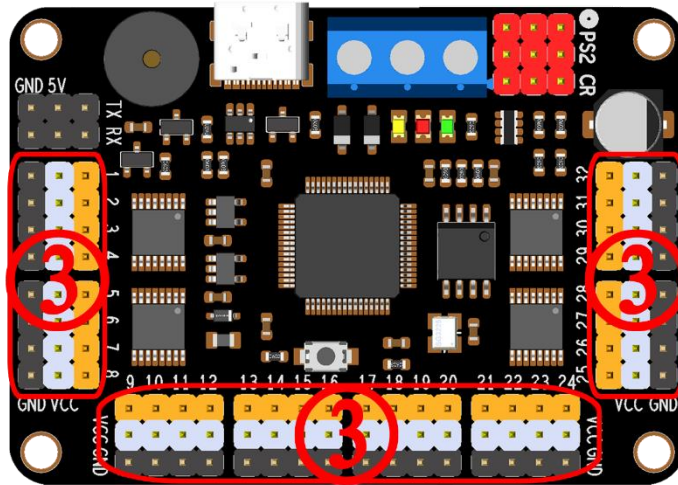

Figure 2
II. Méthode de câblage du servomoteur, comme indiqué à la position ③ dans la *Figure 2* :